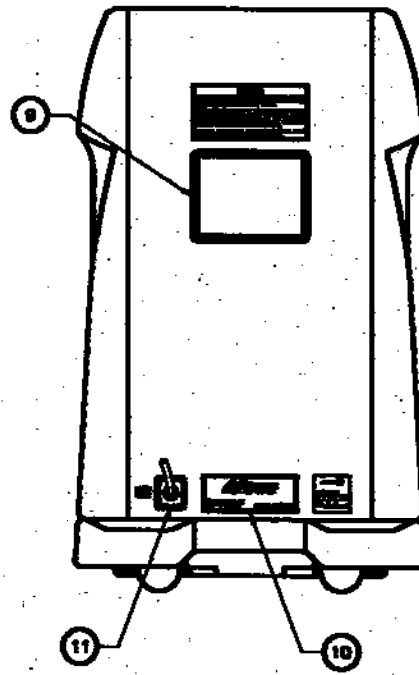

Fig. I.2
I. 2. Achterzijde (Fig. I.2)	3-NL
I. 2. Achterzijde (Fig. I.2)